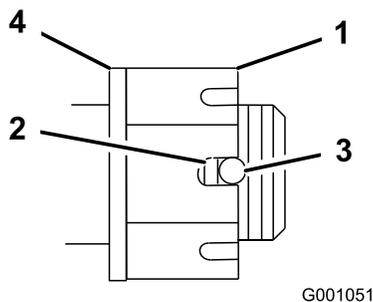

Bild 55
4. Ziehen Sie die Schlitzmutter mit 170 Nm an (Bild 55).
5. Überprüfen Sie den Abstand vom unteren Schlitzende in der Mutter zur Innenkante der Öffnung. Es sollten maximal zwei Gewinde sichtbar sein (Bild 55).
7. Ziehen Sie die Schlitzmutter mit 170 Nm an (Bild 55).
8. Ziehen Sie die Mutter an, bis die nächste Schlitzreihe auf einer Linie mit der Öffnung im Schaft liegt (Bild 55).